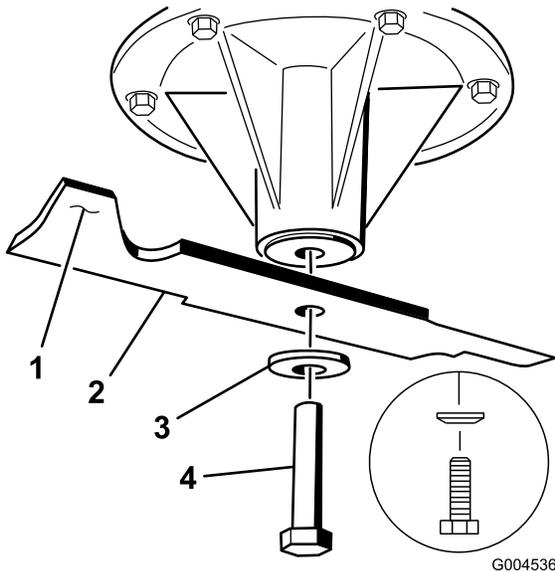

Figura 97
- Instale la cuchilla en el eje (Figura 97).
- Instale la arandela de muelle y el perno de la cuchilla (Figura 97).
Nota: El cono de la arandela de muelle debe estar orientado hacia la cabeza del perno (Figura 97).